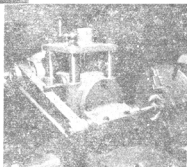

图 12 磨内圆
(3)磨内圆 这种磨削方式(图 12)与外圆磨削基本上一样，不过应换用高转速的内磨磨头。